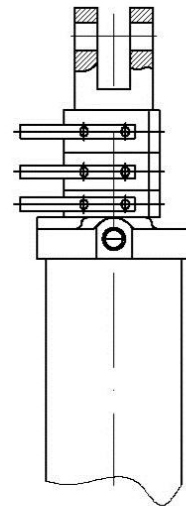

Рис.6.4.5. На штоки всех цилиндров установлено равное количество ограничителей
3. Установить на шток каждого гидроцилиндра регулировки глубины одинаковое количество ограничителей (рис. 6.4.5) (в начальный набор лучше включить широкие ограничители из поставляемого комплекта, т. к. впоследствии удобнее использовать узкие ограничители при точном выставлении желаемой глубины заделки). В комплекте с посевным агрегатом поставляются одинаковые наборы ограничителей для каждого гидроцилиндра регулировки глубины.